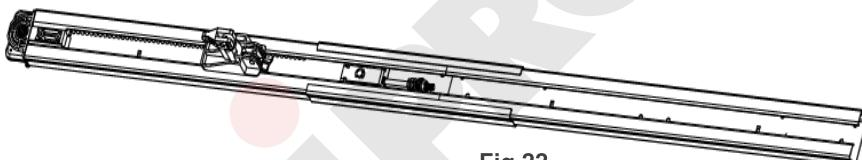

Fig 22
2. Duas calhas e uma manga (Fig.22).